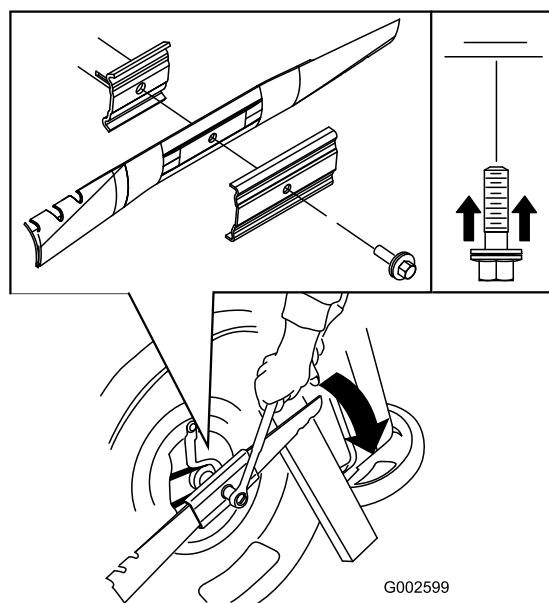

Рисунок 24
5. Установите новый нож (поверните болт крепления ножа по часовой стрелке) и все крепежные приспособления (Рисунок 24).